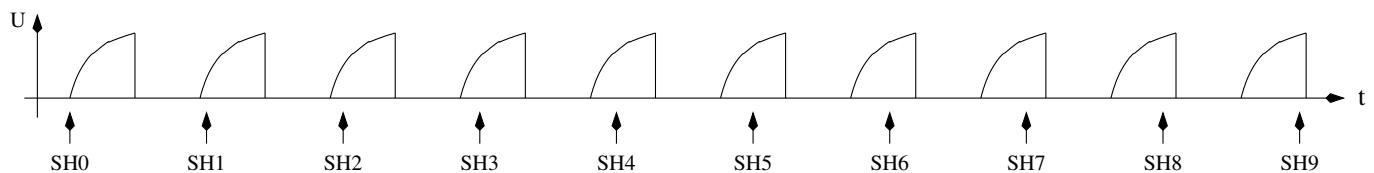

Рис. 5.30. Сканирование сигналов напряжения с помощью метода выборки
Радиолюбитель Пиетер-Тјерк (ПАЗФЦМ) интегрировал возможность измерений очень малых значений ёмкости ($< 100 \text{ pF}$) методом выборки. Период преобразования АЦП на самом деле слишком длительный для непосредственного отбора быстро изменяющегося сигнала. Но напряжение входного сигнала удерживающее заданное время цикла преобразования, во время (SH) выборки и удержания. АЦП требует 13 тактов для полного преобразования, а такты АЦП задаются путем деления частоты процессора на 128 или 64. Входное напряжение АЦП фиксируется точно 1,5 такта для непрерывных циклов измерений. Если входной сигнал может быть сгенерирован снова и снова, мы можем сдвинуть время выборки АЦП от предыдущего к следующему повторению сигнала, чтобы получить последовательность выборок быстро изменяющегося сигнала. Обычный цикл АЦП занимает $13 \times 64 = 832$ тактов с тактовой частотой 8 MHz . Если мы повторяем входной сигнал с тактовым импульсом 831, то при непрерывном АЦП (режим свободного запуска), каждый последующий раз напряжение сигнала будет считываться на один такт позже чем предыдущий. Мы должны убедиться, что с помощью этого метода первая выборка сигнала АЦП будет выполняться в указанное время. Время следующих измерений АЦП будет сдвинуто на один тактовый импульс процессора позднее при каждом последующем повторении сигнала. Если сигнал можно точно повторить, то объединенный сигнал многих периодов будет таким же, как дискретизация и преобразование непосредственно с помощью АЦП, работающего с тактовым сигналом процессора 8 MHz . Рисунок 5.30 показывает принцип выборки десятикратно повторяющегося сигнала для получения десяти выборок (Ш0 - Ш9). В действительности относительный временной сдвиг последовательных выборок намного меньше.